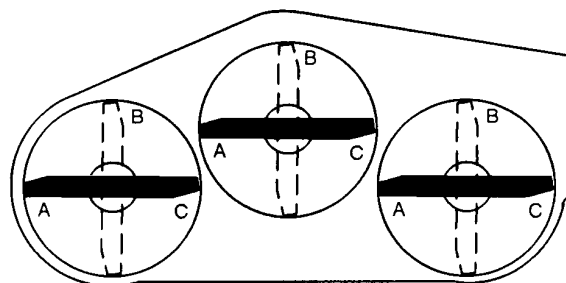
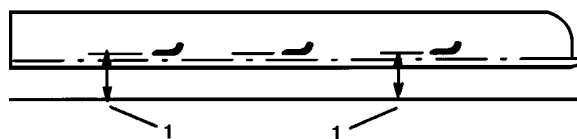

Fig. 15
Fig. 16
5. Mettere tutte e tre le lame in posizione "A" (Fig. 15) e misurare dal piano orizzontale alla base del lato punta di ciascuna lama (Fig. 16).
6. Prendere nota della misura rilevata nella posizione "A", girare le lame nella posizione "B" (Fig. 15), misurare la distanza di tutte le lame dal piano orizzontale e prendere nota delle dimensioni (Fig. 16).
7. Fare girare le lame nella posizione "C", misurare e prendere nota della distanza misurata (Fig. 15 e 16).